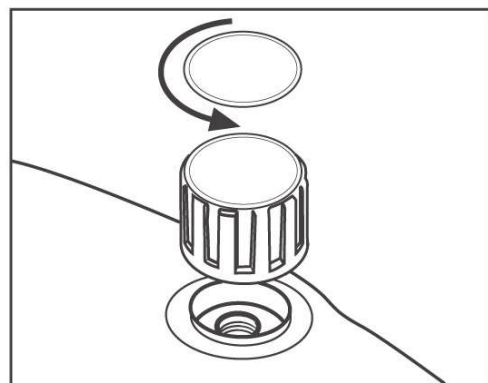

Fig. 16
Vask kjelen ved å bruke et egnet avkalkningsprodukt. Et slikt produkt kan bestilles fra våre autoriserte servicesentre – følg framgangsmåten nedenfor. Bruk ikke andre produkter enn dem som er spesifikt anbefalt for rengjøring av kjelen. Slipp ut trykket i kjelen: Slå av bryteren for kjelen (11) og slipp ut all dampen ved å trykke på dampknappen (18) på håndtaket. Sett deretter hovedbryteren på AV (10). Når kjelen er tilstrekkelig avkjølt, trekker du støpselet ut av kontakten og åpner sikkerhetslokket langsomt (**fig. 16**). Skill maskinens karosseri (1) og oppsamlingstanken (2) fra hverandre. Fyll kjelen med en 20 % løsning avkalkningsvæske (0,2 liter av produktet i 1 liter vann).